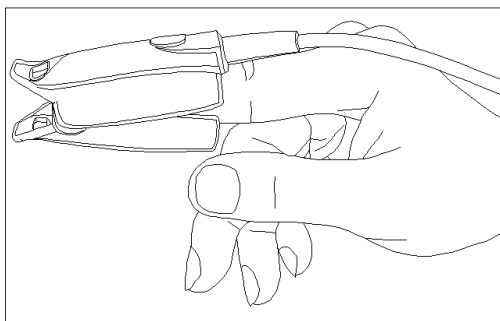

Abbildung 6.15 Darstellung des Pulsoximetrie-Sensors und der Fingerposition
2. Stecken Sie den Zeige-, Mittel- oder Ringfinger des Patienten in den Sensor; siehe Abbildung 6.15.